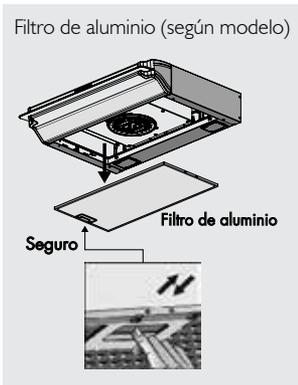

Figura 10
- Para Extraer el filtro de aluminio debe deslizar hacia el centro los seguros situados en la base de la campana, éste descenderá completa y verticalmente. (Figura 10).